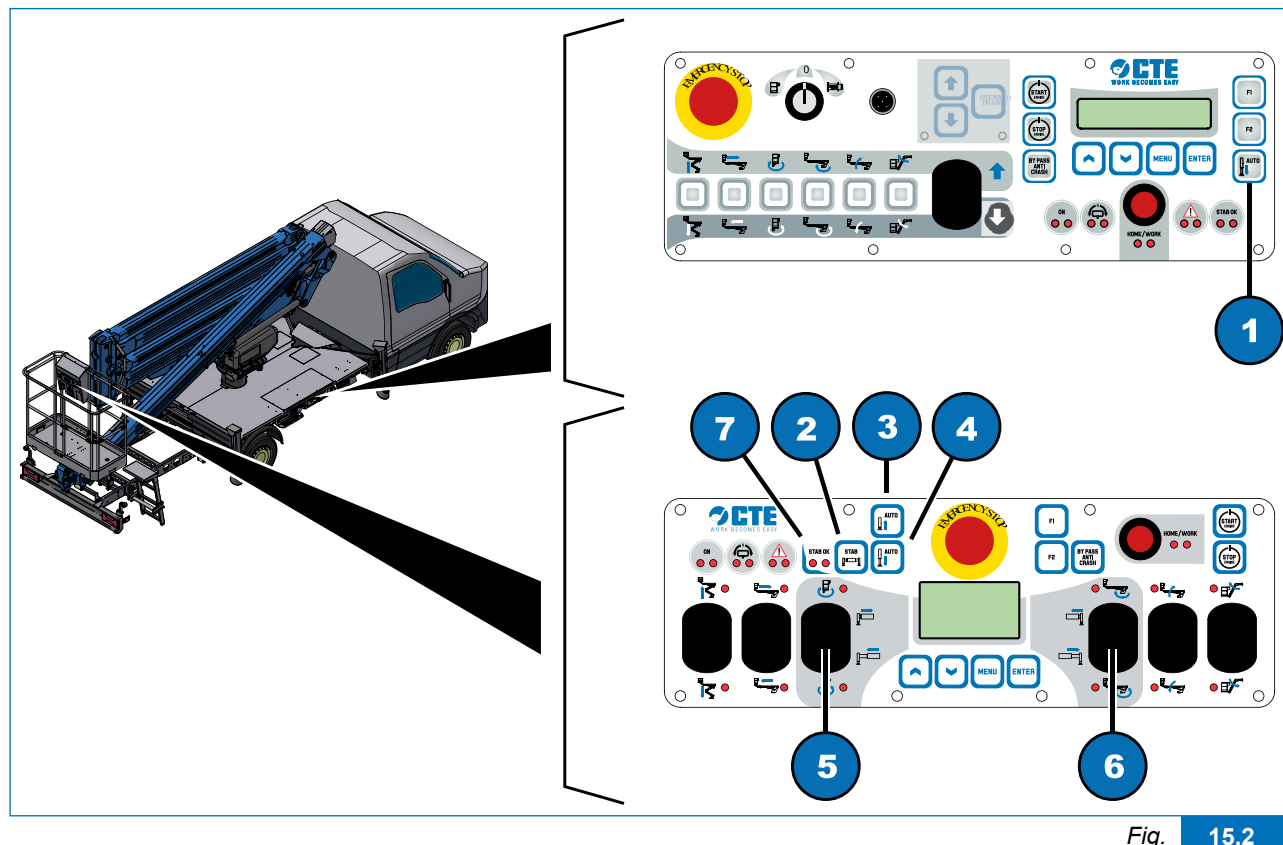

Fig. 15.2
La piattaforma può essere equipaggiata con stabilizzazione automatica che comporta la sostituzione del distributore idraulico con un distributore elettroidraulico, in telaio, e l'abilitazione del pulsante (Fig. 15.2, 1) sul quadro comandi a terra e dei pulsanti (Fig. 15.2, 2, 3 e 4) sul quadro comandi piattaforma di lavoro. Il distributore elettroidraulico permette l'azionamento degli stabilizzatori sia mediante leve che da comando elettrico.
- 2) premere e mantenere premuto il pulsante "AUTO" (Fig. 15.2, 1) per effettuare la discesa automatica degli stabilizzatori.
- 2) Far estendere le traverse degli stabilizzatori premendo il pulsante "STAB" (Fig. 15.2, 2) assieme alla leva di comando desiderata (traversa sinistra, Fig. 15.2, 5; traversa destra, Fig. 15.2, 6).
- 3) Far scendere tutti gli stabilizzatori, azionando il pulsante "AUTO" (Fig. 15.2, 4), in modo da sollevare l'autoveicolo e scaricare le sospensioni;
- 5) Controllare l'accensione delle spie "STAB OK" (Fig. 15.2, 7), che indicano l'avvenuta stabilizzazione dell'autoveicolo.